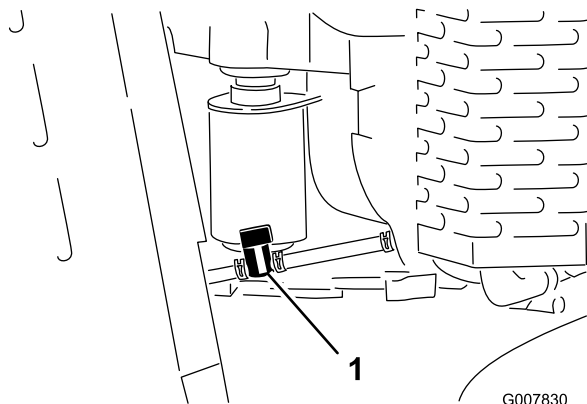

Figure 37
4. Tournez le robinet de vidange en position fermée (Figure 37).
5. Pincez les extrémités du collier de flexible du côté moteur et poussez le collier vers le haut de la conduite d'alimentation, à l'opposé du robinet (Figure 37).
6. Débranchez la conduite d'alimentation du robinet (Figure 37). Ouvrez le robinet d'arrivée de carburant
3. Tournez le robinet de vidange en position fermée (Figure 37).
7. Tournez le robinet de vidange en position ouverte (Figure 37).